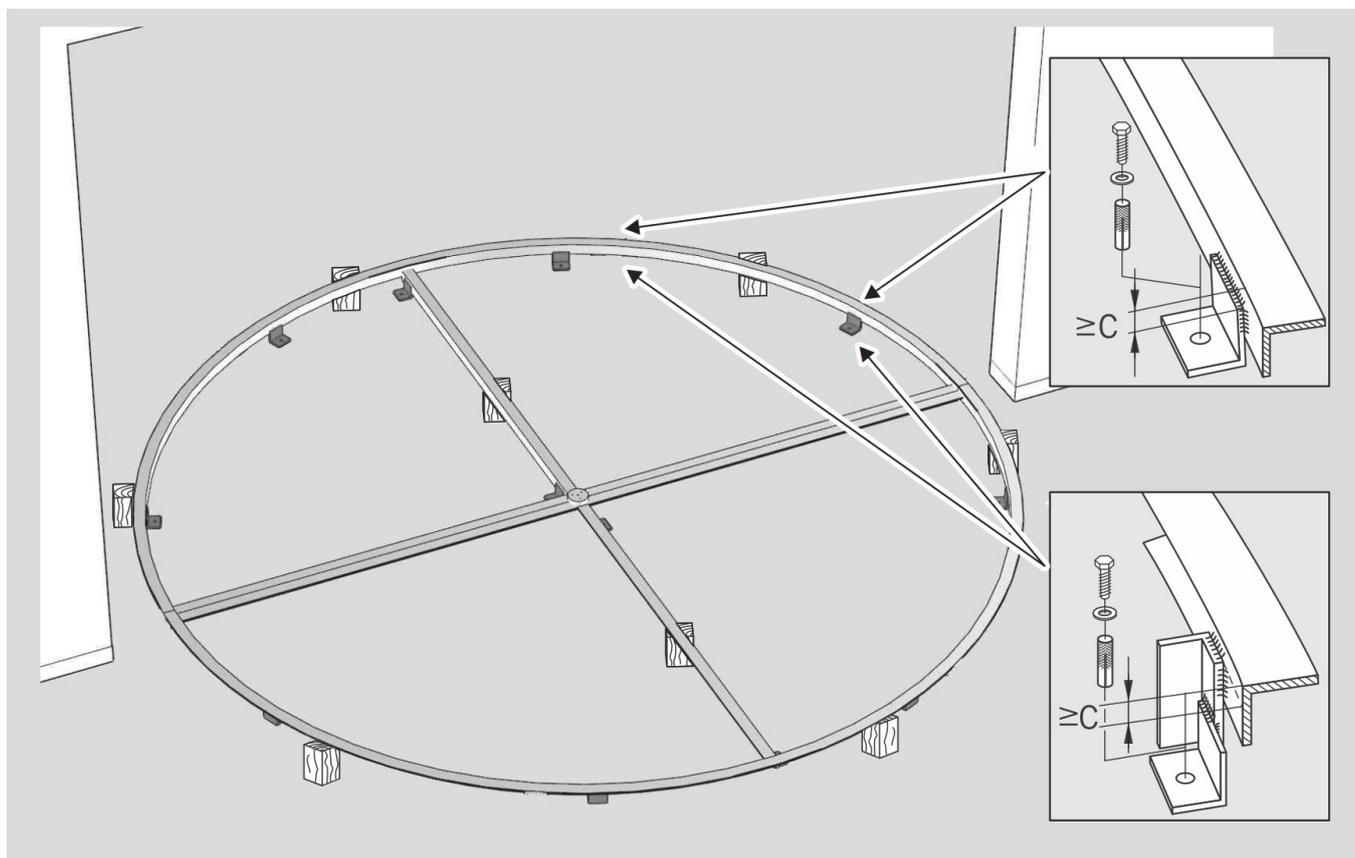

Рис. 29 Регулировка высоты напольного кольца
1. В зависимости от разности высот нужно установить основание на напольное кольцо (рис. 29) в соответствии с вариантом 1 или 2 (рис. 29/1 или 2).
7. Выровнять основание (рис. 29/1 или 2) относительно отверстий и напольного кольца (рис. 29).
8. Установить основание (рис. 29/1 или 2) на землю.
Приварить основание (рис. 29/1 или 2) к напольному кольцу (рис. 29), перед этим нужно надеть сварочную маску и защитный фартук.